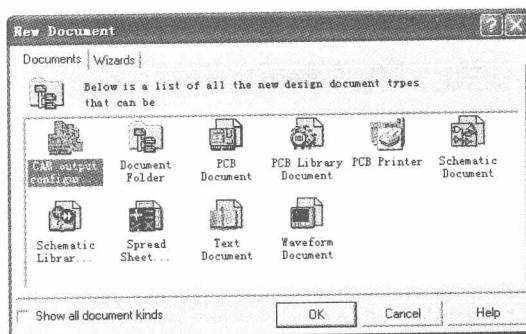
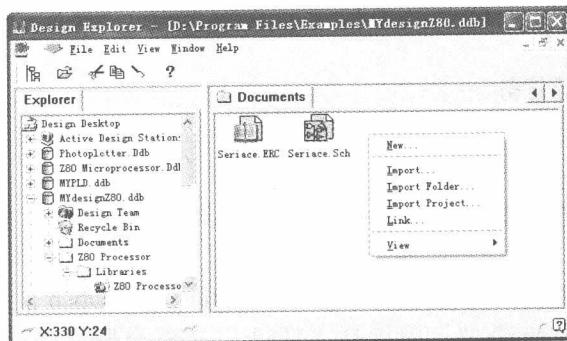

图 1-19 “New Document” 对话框
图 1-20 选择快捷菜单命令“New”
- 1) 打开或新建一个设计文件数据库后，执行菜单命令“File”→“New”，打开如图 1-19 所示的“New Document”对话框。
也可以在设计数据库内合适的文件夹中，单击鼠标右键，选择快捷菜单命令“New”（见图 1-20），打开如图 1-19 所示的对话框。
- 在图 1-19 所示的对话框中，选择图标，表示新建一个 CAM 文件报表。
- 在图 1-19 所示的对话框中，选择图标，表示新建文件夹。
- 在图 1-19 所示的对话框中，选择图标，表示新建 PCB 文件。
- 在图 1-19 所示的对话框中，选择图标，表示新建 PCBLib 文件，即新建元件封装库文件。
- 在图 1-19 所示的对话框中，选择图标，表示新建 PCB 打印文件。
- 在图 1-19 所示的对话框中，选择图标，表示新建原理图文件。
- 在图 1-19 所示的对话框中，选择图标，表示新建原理图元件库文件。
- 在图 1-19 所示的对话框中，选择图标，表示新建数据表格文件。
- 在图 1-19 所示的对话框中，选择图标，表示新建文本文件。
- 在图 1-19 所示的对话框中，选择图标，表示新建波形文件。